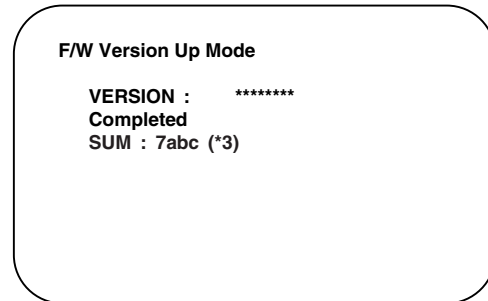

Fig. 3-2-5 Ecran du mode de programme terminé
5. A la fin de la programmation, le tiroir s'ouvre automatiquement. La Fig. 3-2-5 s'affiche à l'écran et la somme totale dans (\*3) Fig. 3-2-5 apparaît sur le VFD. (Fig. 3-2-6)